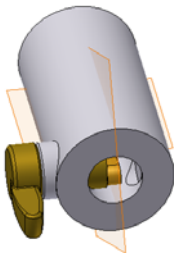
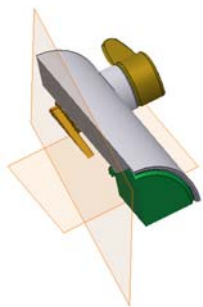
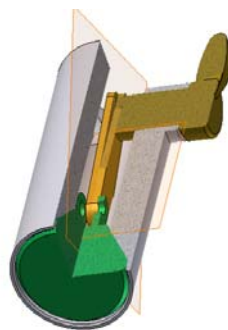

图 4-33 两个互相垂直的工作平面作为剖切面
图 4-34 1/4 剖切
图 4-36 3/4 剖切
(3) 1/4 剖切需要两个互相垂直的平面，面向用户的 3/4 的部分被删除。在图 4-30 所示的部件中，需要创建如图 4-33 所示的两个互相垂直的工作平面。
(4) 选择【视图】标签栏内【外观】面板上的【1/4 剖切】工具按钮，再选择部件上如图 4-33 所示的两个互相垂直的工作平面中的任意工作平面，单击按钮，然后再选择部件上的另一工作平面，单击按钮，则部件被剖切成如图 4-34 所示的形状。
(6) 需要注意的是, 如果不断地选择【反向剖切】的话, 则部件的每一个剖切部分都会依次成为剖切结果。如果选择右键菜单中的【3/4 剖切】选项, 则部件的被 1/4 剖切后的剩余部分即部件的 3/4 将成为剖切结果显示, 如果在图 4-34 所示的剖切中选择【3/4 剖】, 剖切结果如图 4-36 所示。同样, 在 3/4 剖的右键菜单中也会出现【1/4 剖】选项, 作用与此相反。
(7) 如果要恢复部件的完整形式, 即不剖切形式, 可以选择【视图】标签栏内【外观】面板上的【全剖视图】工具按钮.